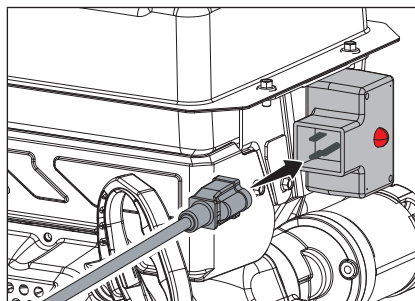

Figure 14
5. Pour un démarrage électrique, vous pouvez également brancher le cordon électrique fourni dans le démarreur. Appuyez sur le bouton du démarreur électrique et assurez-vous que la tension d'alimentation principale est 120 V~ 60 Hz (fig. 14).